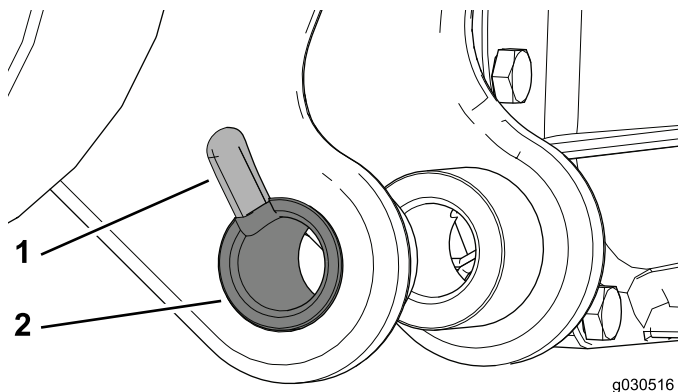

図 4
2. スペーサについている切込みロールピン用がピボットブラケットのロールピン用のインセットに整列していることを確認してください 図 4。